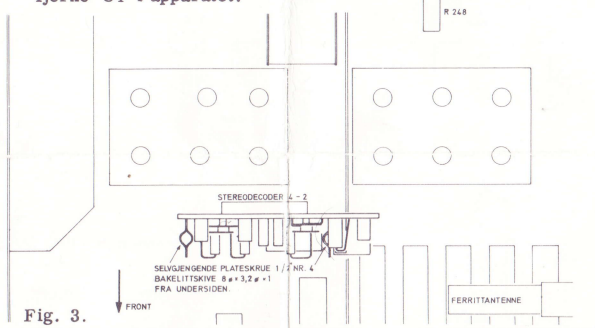

Fig. 3.
3. Trekk ut ekvivalentkortet og monter dekoderen som vist i fig. 3. Legg isolasjonsskivene mellom skruehodene og hovedplatens folieside og fest med to skruer fra TK-platens folieside.